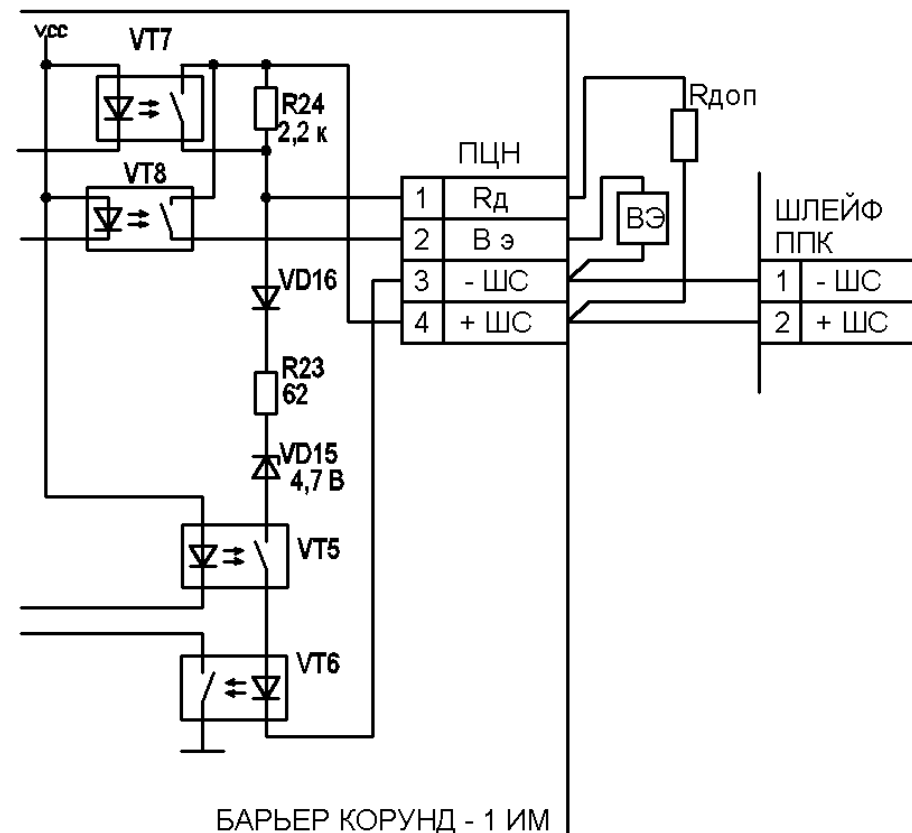

Рисунок 3 Схема выходных каскадов барьера Корунд-1ИМ
3) Полученное значение Rзнач. Вниман. подставляем в формулу (где R24 =2,2 кОм – значение резистора установленного внутри устройства, смотри рисунок 3) приведённую ниже и вычисляем Rдоп.